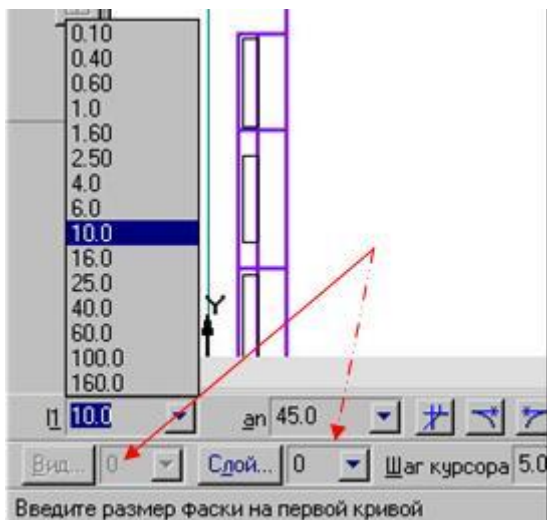

Рис. 7.
18. Выберите кнопку-пиктограмму  **Фаска** на инструментальной панели геометрии и щелкните на ней ЛКМ. Появится строка параметров объекта **Фаска**. В строке параметров выберите длину фаски 10 и угол 45 градусов (рис. 7).